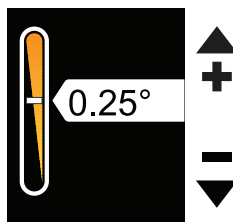

Figure 2-17 : Définir la vitesse de réchauffage perso
- Si Définir la vitesse perso est sélectionné, appuyer sur les boutons Augmentation et Diminution pour définir la vitesse (Figure 2-17 à la page 2-33).